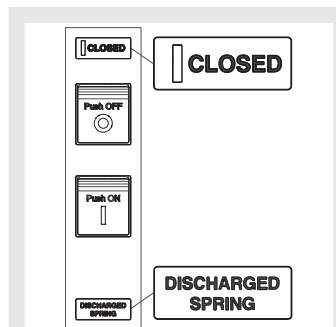

Figura 34
3. Interruttore chiuso con molle scariche (vedi Figura 34).